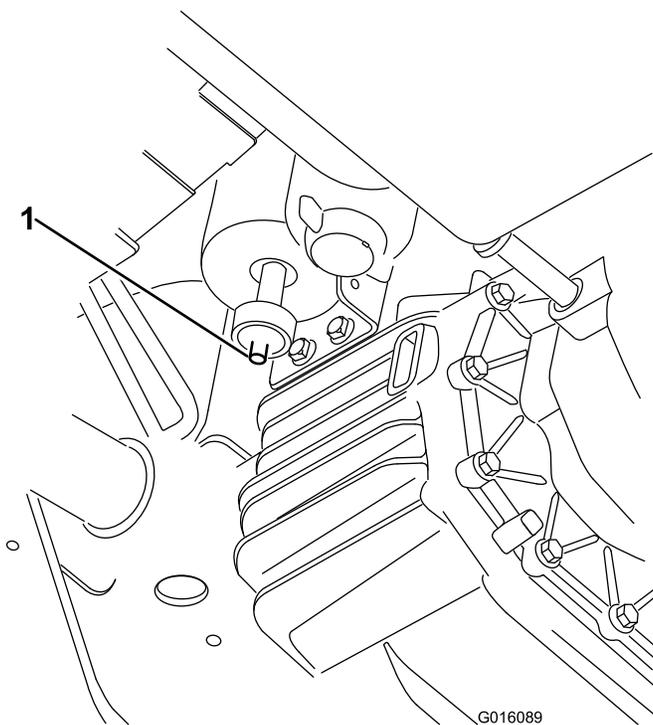

Figura 40
1. Localize o filtro de ar na zona inferior do recipiente de carbono (Figura 40).